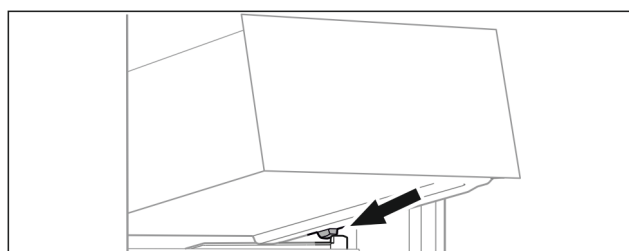

Fig. 69
- ▶ Nasadte zásuvku šikmo za zarážky na žebrování na nádoby. (viz Fig. 69)